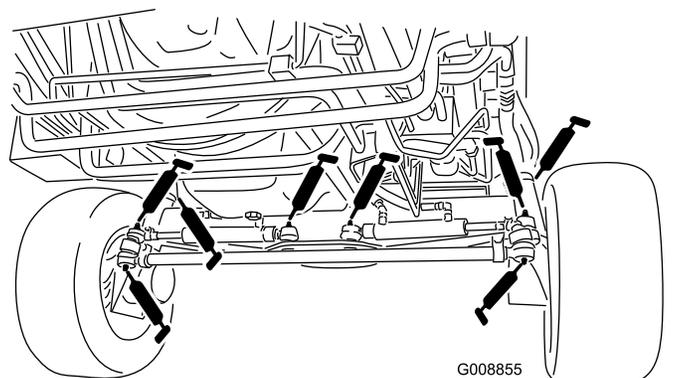

Рисунок 87
- Шаровые опоры гидроцилиндра рулевого управления (4 шт.) (**Рисунок 87**)
- Шаровые опоры поперечных тяг (2 шт.) (**Рисунок 87**)
- Втулки поворотных шкворней (2 шт.) (**Рисунок 87**).